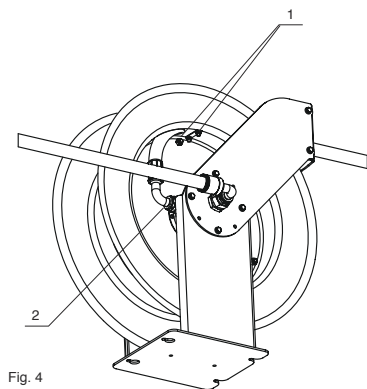
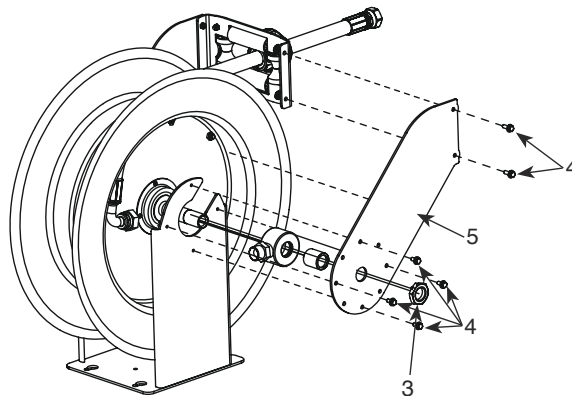
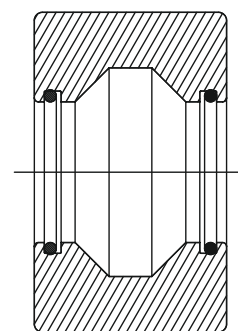

Fig. 4
Fig. 7
Fig. 8
2. Remove the U-bolt by loosening its nuts (1) and disconnect the hose from the swivel (2) by using two wrenches (fig. 4).
4. Connect the new hose to the swivel by using two wrenches. Place the U-bolt in such a way that it firmly holds the hose against the spool, and pull the hose in order to unlock the ratchet (fig. 4).
2. Ta loss "U"-bulten (1) och lossa på slangen från sviveln genom att använda två skift- eller fasta nycklar (fig 4).
4. Anslut den nya slangen till sviveln, placera "U"-bulten så att den håller slangen fast mot trumman. Dra i slangen för att släppa spärren (fig 4).
2. Entfernen Sie den Bolzen, indem Sie die Muttern (1), mit denen er befestigt ist, lösen, und trennen Sie den Schlauch mittels zweier Schlüssel vom Anschlussgelenk (2) (Abb. 4).
1. Disconnect the hoses of the inlet shaft (1) and the swivel joint (2) (fig. 7). On the swivel, use two wrenches (fig. 4) in order to avoid any shaft damage.
2. Loosen the set screw in the nut (3) and remove said nut.
3. Remove the screws (4) and the arm (5).
4. Remove the swivel and replace it with a new one, or replace the seals. Make sure the seals are placed correctly (fig. 8).
1. Koppla bort slangarna på inloppsanslutningen (1) och sviveln (2) (fig 7). På sviveln, använd två nycklar för att undvika skador på axeln.
2. Lossa stoppskruven som sitter i muttern (3) och de montera muttern.
3. Tag bort skruvarna (4) och sedan utloppsarmen (5).
4. Tag bort sviveln och byt ut, eller byt bara ut packningarna. Säkerställ att packningarna är monterade åt rätt håll (fig 8.)
1. Lösen Sie die Schlauchverbindungen am Schlaucheingang (1) und am Anschlussgelenk (2) (Abb. 7). Benutzen Sie zwei Schlüssel beim Anschlussgelenk, damit die Achse nicht beschädigt wird.
2. Lösen Sie die Stellschraube an der Mutter (3) und schrauben Sie die Mutter ab.
3. Entfernen Sie die Schrauben (4) und den Arm (5).
4. Ziehen Sie das Anschlussgelenk ab und ersetzen Sie es durch ein neues oder tauschen Sie die Dichtungen aus. Stellen Sie dabei sicher, dass diese an der richtigen Stelle angebracht werden (Abb. 8).